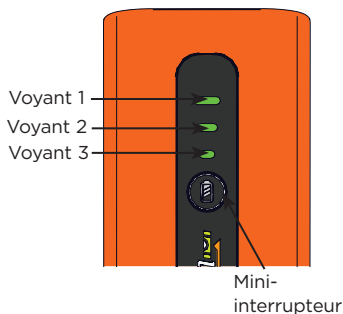

Figure 1
2. Contrôler l'état de l'indicateur de charge de la pile Li-ion. Appuyer sur le mini-interrupteur du boîtier de pile. Noter quels voyants s'allument. Voir la table ci-dessous pour déterminer l'état de puissance de la pile. Les voyants s'éteignent au bout de trois secondes. (Figure 1)